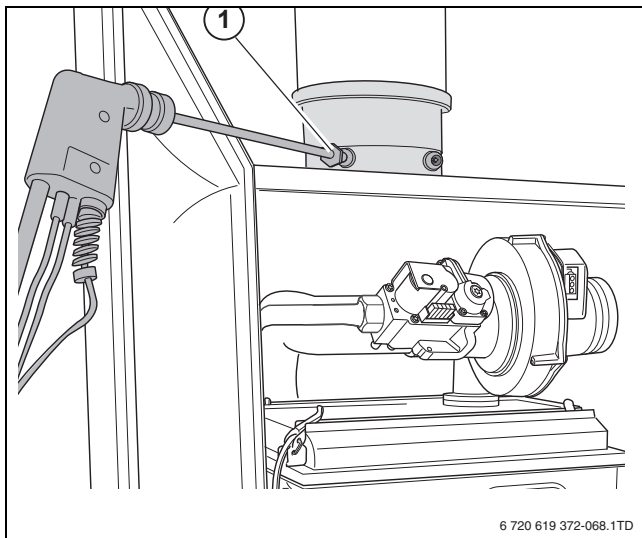

Bild 75 CO-Gehalt messen
- ▶ Kappe an der Messstelle für Abgase (→ Bild 75, [1]) entfernen.
- ▶ Abgasanalyse-Messgerät an der linken Messstelle anschließen (→ Bild 75).
- ▶ An der Messstelle für Abgase (→ Bild 75) CO-Gehalt messen.
- ▶ Abgasanalyse-Messgerät entfernen, Kappe an der Messstelle für Abgase (→ Bild 75, [1]) wieder montieren.